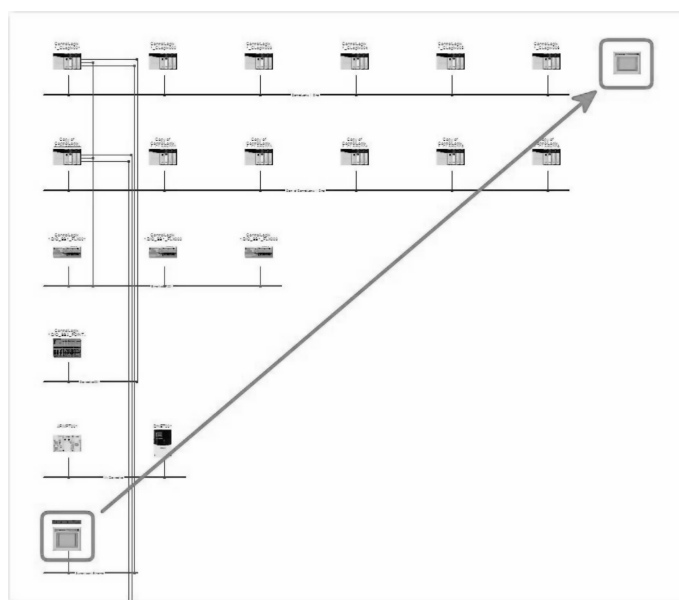

图 26-198 架构视图中移动设备
5. 在架构视图中，可以四处移动设备，以符合演示的要求。假设，希望 PanelView Plus 终端直接出现在视图上方线路上。将光标移至终端上，按住鼠标左键，将变频器拖动到新位置。拖动时，要注意，变频器图像有时会显示为较浅颜色或“灰显”，有时会显示为较深颜色。只能将设备放在图像显示为深颜色且未灰显的位置。直接将变频器拖动到上方线路中最后一个 ControlLogix 机架的右侧，然后释放鼠标按键，如图 26-198 所示。